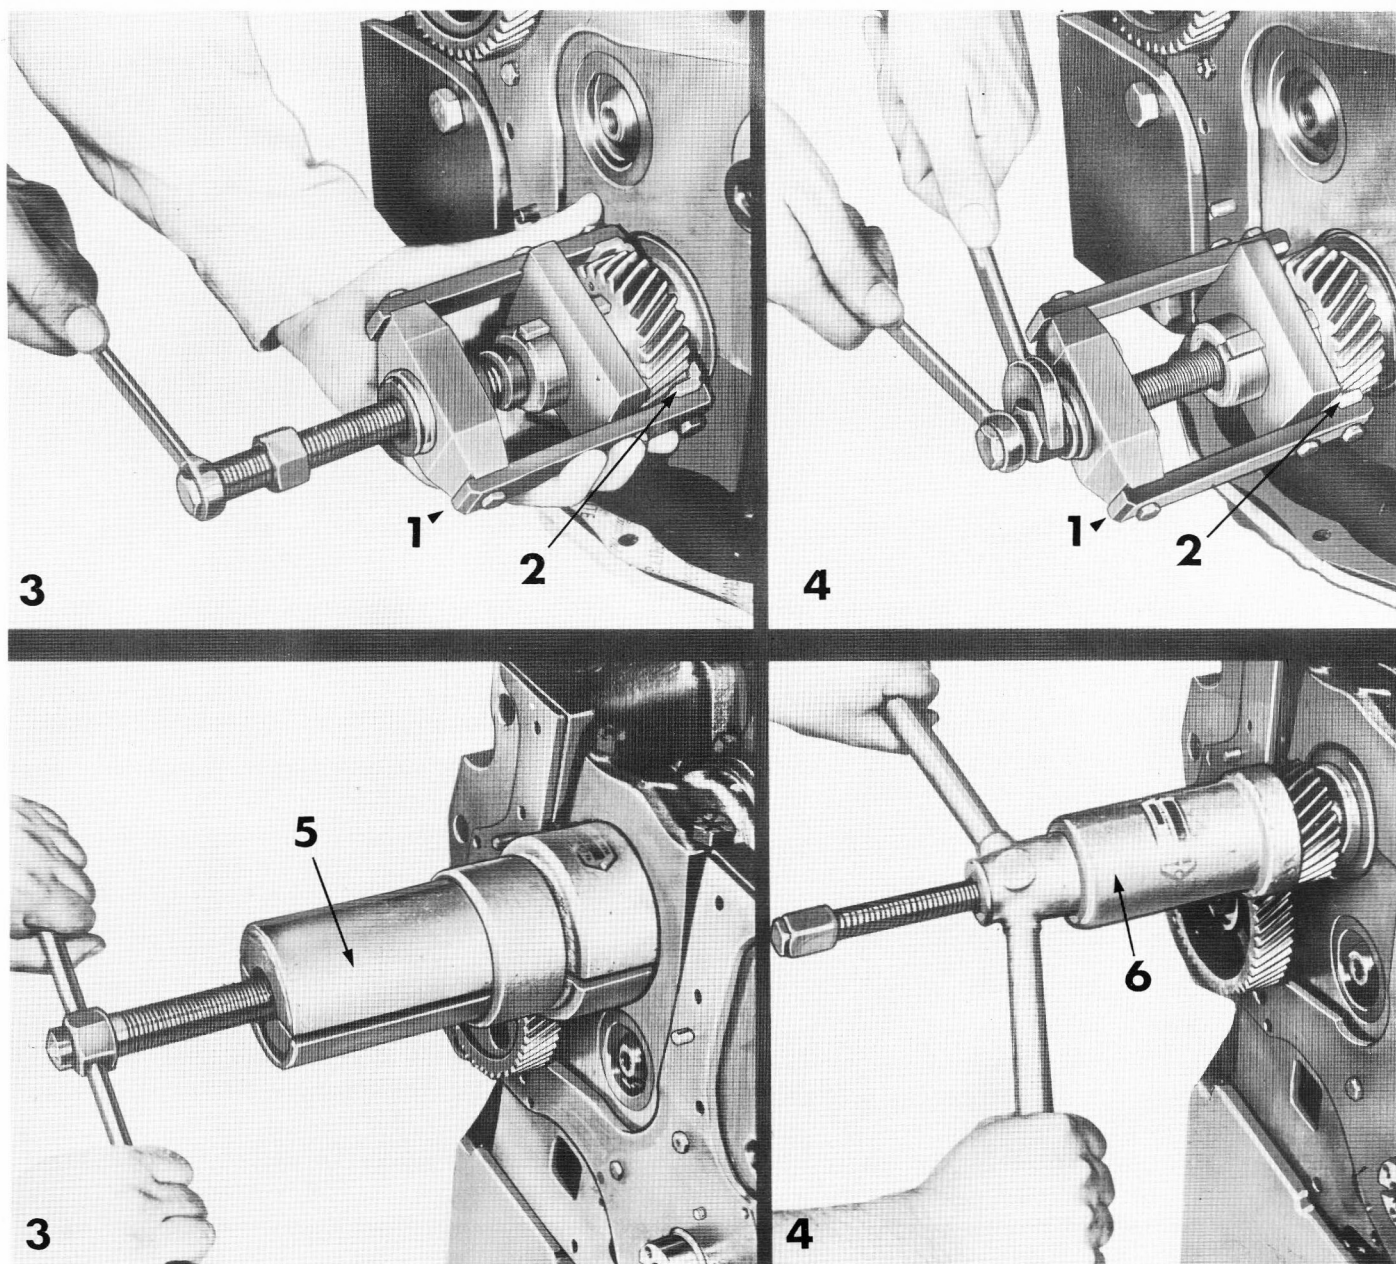

FIGURE 33 : Dépose et pose du pignon de vilebrequin — 1 = Extracteur SW 501, 2 = Entretoise SW 501-1
Après avoir aligné les repères de calage, extraire le pignon de vilebrequin au moyen de l'extracteur n° SW 501 et de l'entretoise SW 501 - 1, ou de l'extracteur N° CPT 6040 (Figure 33).
2. Poser le pignon de vilebrequin au moyen de l'outil n° SW 501 et de l'entretoise SW 501 - 1 ou de l'outil n° CT 6069 (Figure 33).